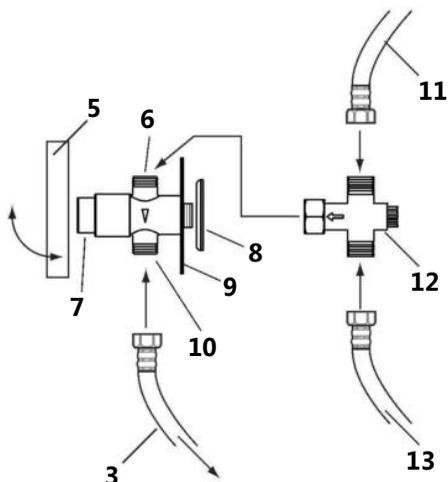

Рис.3
8. Открыть верхнюю переднюю панель (5) рукоятки.
9. Прикрепить смеситель (12) к резьбе (6) арматуры для коленного управления (10) (рис.3).
11. Арматуру для коленного управления (10) вместе со смесителем (12) вставить в отверстие металлической пластины (9) в передней части рукоятки таким способом, чтобы кнопка (7) арматуры для коленного управления находилась спереди.
12. Соединить свободный конец прилагаемого эластичного шланга (3) с арматурой для коленного управления (10), накрутить шланг на резьбу арматуры для коленного управления (10) (рис. 3).
- С помощью эластичных шлангов соединить подключение холодной воды (11) и подключение теплой воды (13) со смесителем (12). С помощью винта (8) можно установить соответствующее соотношение подачи холодной и теплой воды (рис. 3).